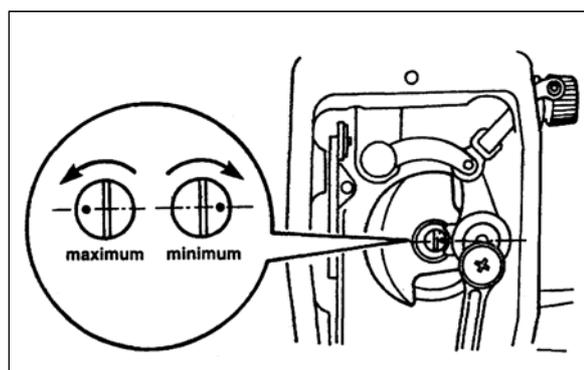

Figure 36 Vis de réglage d'huile derrière plaque frontale
- ▶ Corriger la quantité de graissage par le réglage de la vis de réglage (Figure 36).